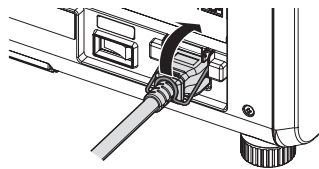

Рис. 1
- 2) Поднимите держатель шнура питания, чтобы зафиксировать шнур питания. (Рис. 1)